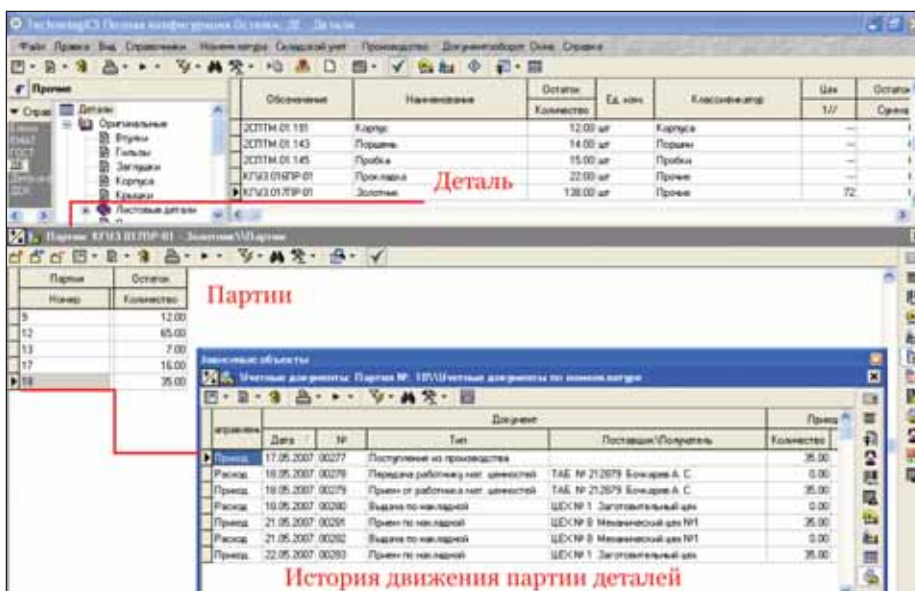

Рис. 20. История перемещения партии деталей
- история перемещения интересующей партии деталей (рис. 20).